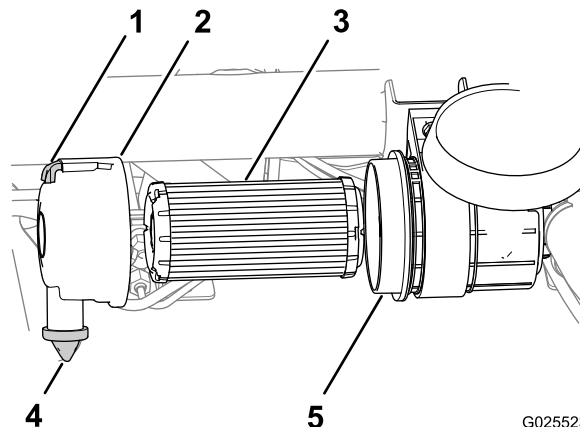

Figura 40
1. Puxe o trinco para fora e rode a cobertura do filtro de ar no sentido contrário ao dos ponteiros do relógio (Figura 40).
- Retire o filtro de ar da estrutura (Figura 40).
- Limpe o interior da cobertura e da estrutura do filtro de ar (Figura 40).
- Limpe a válvula do pó de borracha da cobertura (Figura 40).
- Limpe a porta de ejeção de sujidade que se encontra na cobertura do filtro de ar, a cavidade da válvula de pó e depois substitua a válvula de pó (Figura 40).
- Insira um novo filtro de ar pressionando ligeiramente o anel exterior do filtro para o assentar na estrutura (Figura 40).
- Alinhe a cobertura do filtro de ar com a válvula de pó na posição das 6 horas quando visto da extremidade esquerda da cobertura (Figura 40).
- Prenda o fecho da cobertura do filtro de ar (Figura 40).